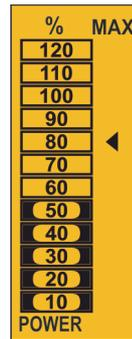

Figura 25: Barra analógica.
**Ejemplo:** En la **Figura 25** se observa que el rendimiento de la instalación está al 50% y la máxima demanda del sistema alcanzado es del 80%.